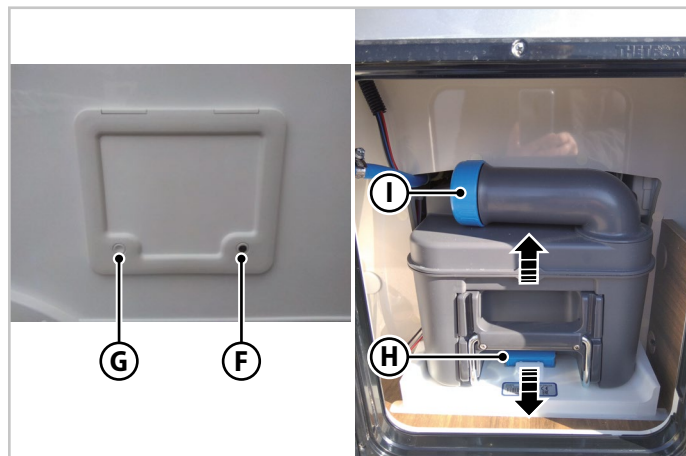

Fig.6.38 - Vidange de la cassette WC
2. Ouvrir la serrure avec la clé **(F)** - Fig.6.38), puis retirer la clé.
3. Appuyer sur les boutons **G** et **F** (Fig.6.38) et ouvrir la trappe.
4. Exercer une légère pression vers le haut sur la poignée **(H)** - Fig.6.38) et retirer le réservoir.
5. Retirer le bouchon **(I)** - Fig.6.38) et appuyer sur le bouton d'évacuation pour vider le réservoir.